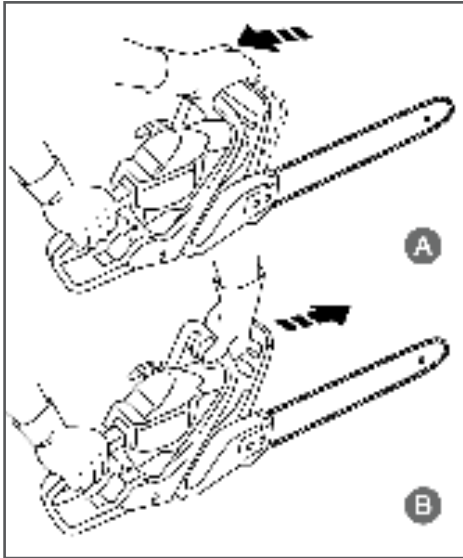

Рис. 7 Проверка механического тормоза цепи
Тормоз цепи выключен (цепь может вращаться), когда ручка тормоза взведена (Рис. 7А).
Тормоз цепи включен (цепь не имеет возможности вращаться), когда ручка тормоза находится в отжатом положении (Рис. 7В).
3. Используя тормоз цепи, переместить левое запястье от себя и нажать им на ручку тормоза, не отпуская рукой переднюю рукоятку пилы (Рис. 7В).
6. Вздвигайте ручку тормоза (Рис. 7А).
4. Убедитесь, что тормоз цепи включен (цепь заторможена), как показано на Рис. 7В.
После запуска двигателя немедленно выключите тормоз пильной цепи. Для этого потяните ручку тормоза на себя до щелчка (Рис. 7А).